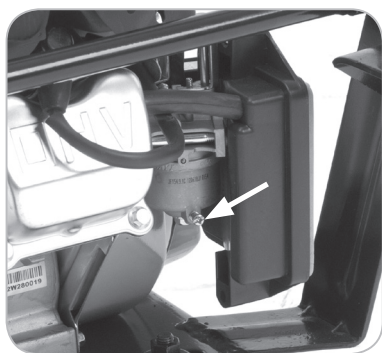

Fig. 18
- Un robinet de vidange se trouve sous le bol du carburateur. Desserrez ce robinet pour permettre à l'essence de s'écouler (**Fig. 18**).